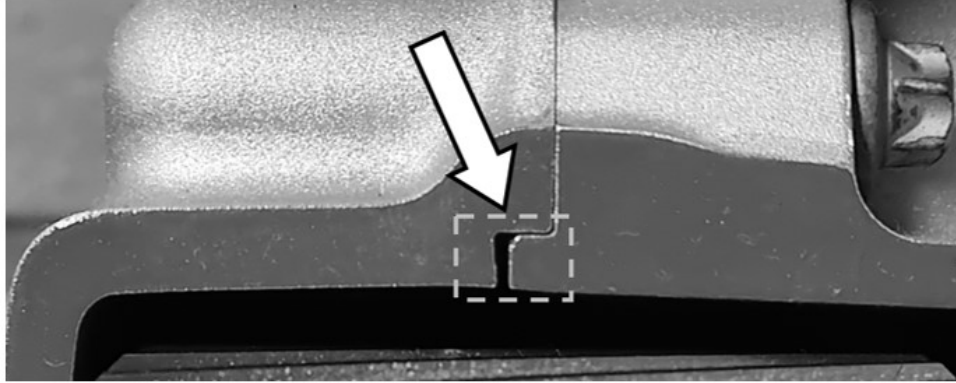

Abbildung G1: Schnittmodell von Getriebekomponenten
- A) Bei dem in Abbildung G1 hervorgehobenen Spalt handelt es sich um einen Konstruktionsfehler.
B) Bei dem in Abbildung G1 hervorgehobenen Spalt handelt es sich um die gestalterische Umsetzung einer Spaltdichtung.
C) Bei dem in Abbildung G1 hervorgehobenen Spalt handelt es sich um eine Maßnahme, welche sich aus der Gestaltungsregel „Eindeutig“ ableitet.
D) Bei dem in Abbildung G1 hervorgehobenen Spalt handelt es sich um die Auswirkungen von zu groß gewählten Fertigungstoleranzen.